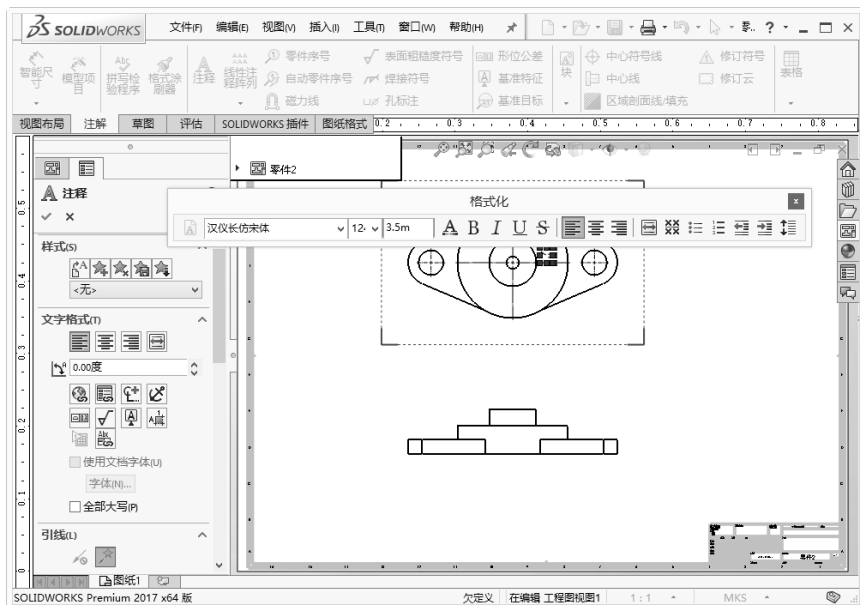

图 6-43 添加注释文字
- 5) 在图形区域中输入注释文字, 如图 6-43 所示。